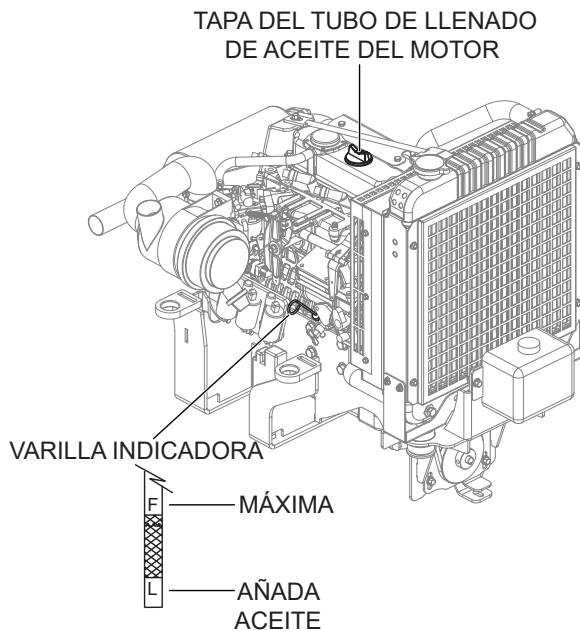

Figura 10. Comprobación y llenado de aceite del motor
2. Saque tirando la varilla de medición de nivel de aceite del motor de su portador (Figura 10).